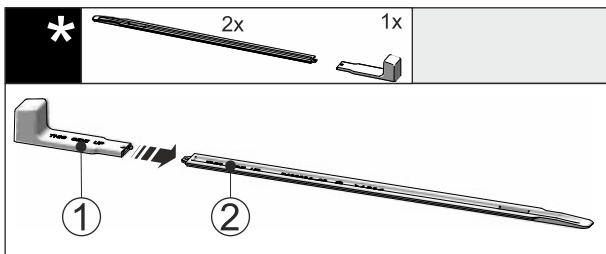

Fig. 49
- ▶ 将安装手柄 Fig. 49 (1) 插到水平导轨 Fig. 49 (2) 上。